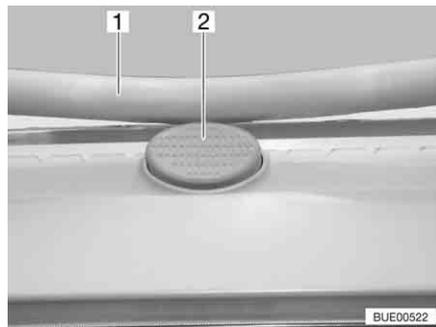

Fig. 58 Botón de seguridad en la claraboya Heki
- Pulsar el botón de seguridad (Fig. 58,2) y tirar la horquilla (Fig. 58,1) hacia abajo con ambas manos.
- Presionar el estribo hacia arriba con ambas manos hasta que la horquilla se encuentre encima del botón de seguridad (Fig. 58,2).